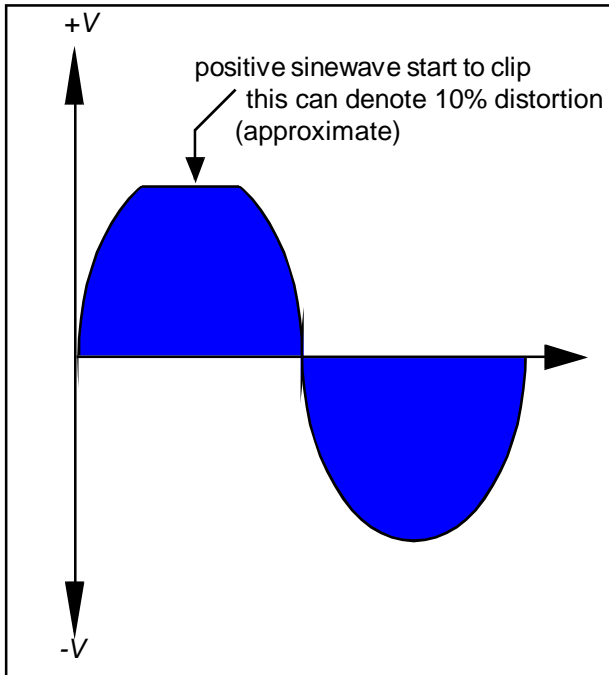

Figure 15 : The sinewave start to clip
- [4] Sa Audio Generator, i-increase ang amplitude kaunti, may makikita ka na sinewave sa oscilloscope, mayroon ka rin reading sa distortion meter at AC meter. I-increase ang amplitude habang nakitingin sa Distortion meter % reading, hanggang maging 10% ang distortion, itigil ang amplitude. Makikita mo rin dito na ang Sinewave peaks ay mayroon clipping, gaya ng nasa Figure 15.
In actual, I performed the setup in Figure 12(A) minus the distortion meter, since I do not have a distortion meter. Ang point of reference ko na lang ay, kung mag-clip na ang sinewave - positive or negative, dito ko na i-read ang V_{rms} voltage swing sa load, see Figure 15.